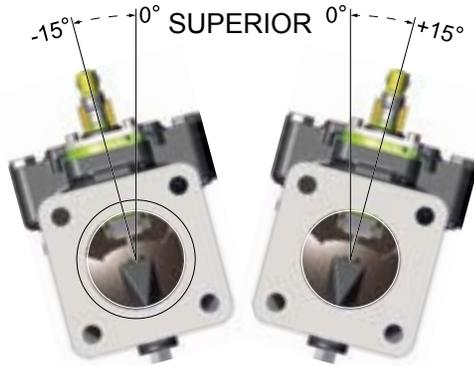

Figura 30
1. Asegúrese de que el distribuidor está orientado con el medidor de caudal hacia la parte de arriba (Figura 30).
Importante: Instalar el distribuidor de espuma con una inclinación mayor que $\pm 15^\circ$ puede causar lecturas imprecisas (Figura 30).